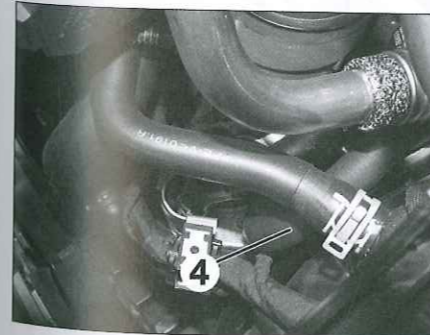

Fig. 21
- Desconectar el manguito superior (4) sobre el intercambiador térmico agua/aceite motor (Fig.21).